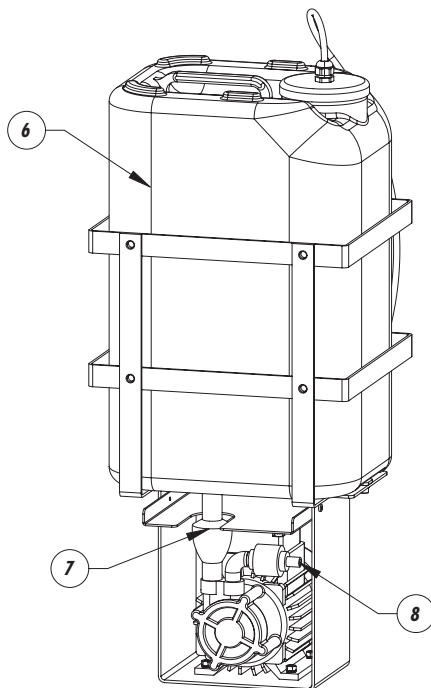

Fig. 5
- Riempire di acqua (Fig. 5) la tanica (6) e inserirla nella gabbia metallica facendo attenzione di eseguire correttamente l'inserimento del raccordo idraulico (7) maschio/femmina.
- Assicurarci che dal raccordo di mandata della pompa (8) esca una piccola quantità di acqua.
- Fill (Fig. 5) the tank (6) with water and insert it in the metal cage, taking care to insert the male/female hydraulic coupling (7) correctly.
- Check the delivery hose coupling for the pump (8) to make sure a small quantity of water comes out.
- Remplir d'eau (Fig. 5) le jerrycan (6) et l'installer dans la cage métallique en ayant soin d'insérer correctement le joint hydraulique (7) mâle/femelle.
- S'assurer qu'une petite quantité d'eau sort du raccord de refoulement de la pompe (8).
- Den Kanister (6) mit Wasser füllen (Fig. 5) und in den Metallkäfig einsetzen. Achten Sie darauf, daß der Wasseranschluß (7) mit Vater- und Mutterteil korrekt eingesetzt wird.
- Überzeugen Sie sich, daß aus dem Vorlaufanschluß der Pumpe (8) eine kleine Menge Wasser austritt.